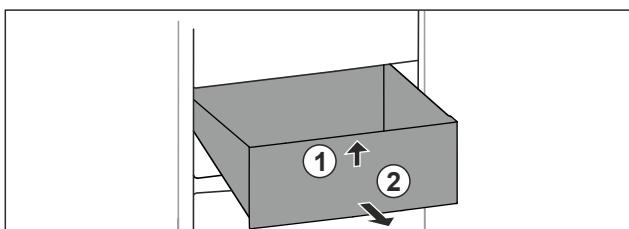

Fig. 101
- Підняти висувний ящик спереду. Fig. 101 (1)
- Вийняти висувний ящик рухом вперед. Fig. 101 (2)